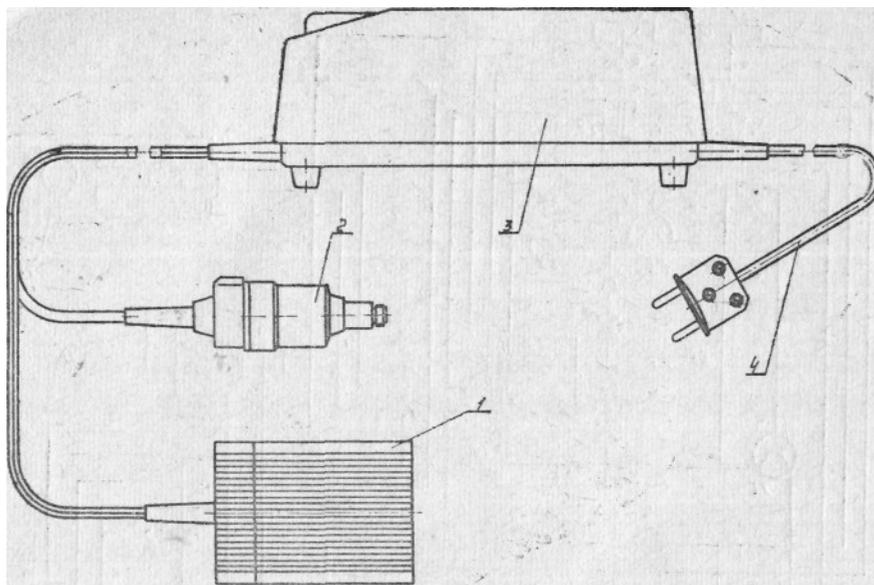

Рис. 1. Общий вид бормашины:
4.1. Бормашина (рис. 1) состоит из пусковой педали (1), электропривода (2), пускорегулирующего устройства (3) со шнуром питания (4).